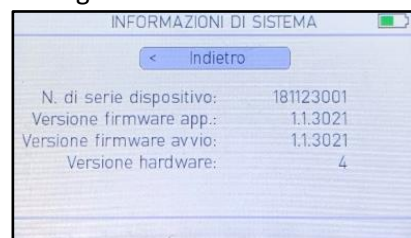

Fig. 48. Informazioni di sistema
2. Premere . Vengono mostrate le INFORMAZIONI DI SISTEMA (vedi fig. 48)